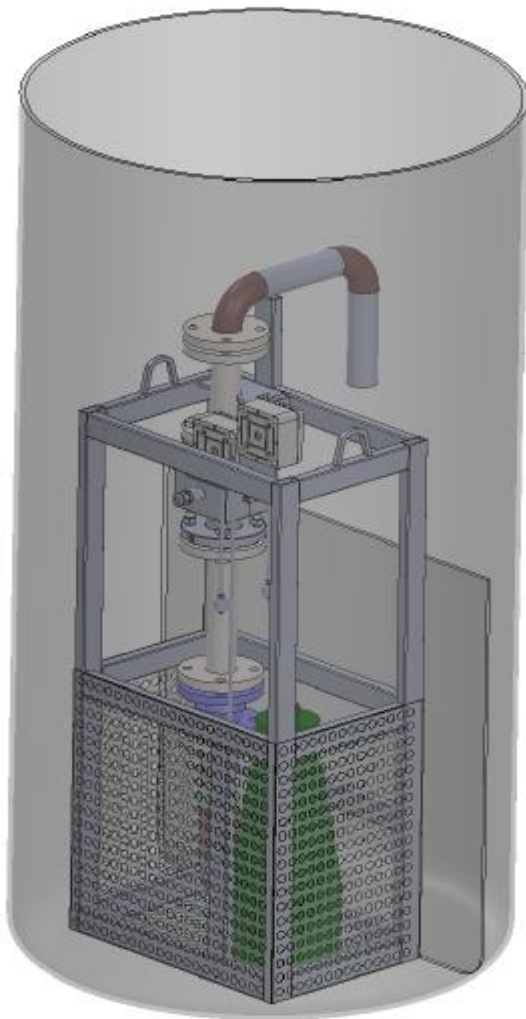

Рис. 1.1. Общий вид.
Общий вид комплекса и его габаритные размеры приведены на рис. 1.1, 1.4, 1.5.
4. Комплекс монтируется в бак с помощью крана или манипулятора в соответствии с рис. 1.1.
3. Комплекс монтируется в бак с помощью крана или манипулятора в соответствии с рис. 1.1.